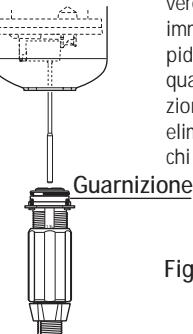

Fig. 7
- 1 - Quando si utilizzano prodotti solubili da mettere in soluzione, si consiglia di smontare periodicamente la parte completa di dosaggio (§ PULIZIA DELLA VALVOLA DI ASPIRAZIONE, § SOSTITUZIONE DELLE GUARNIZIONI DI DOSAGGIO), di sciacquarla abbondantemente con acqua pulita, di rimontarla dopo aver lubrificato la guarnizione con silicone (Fig. 7).